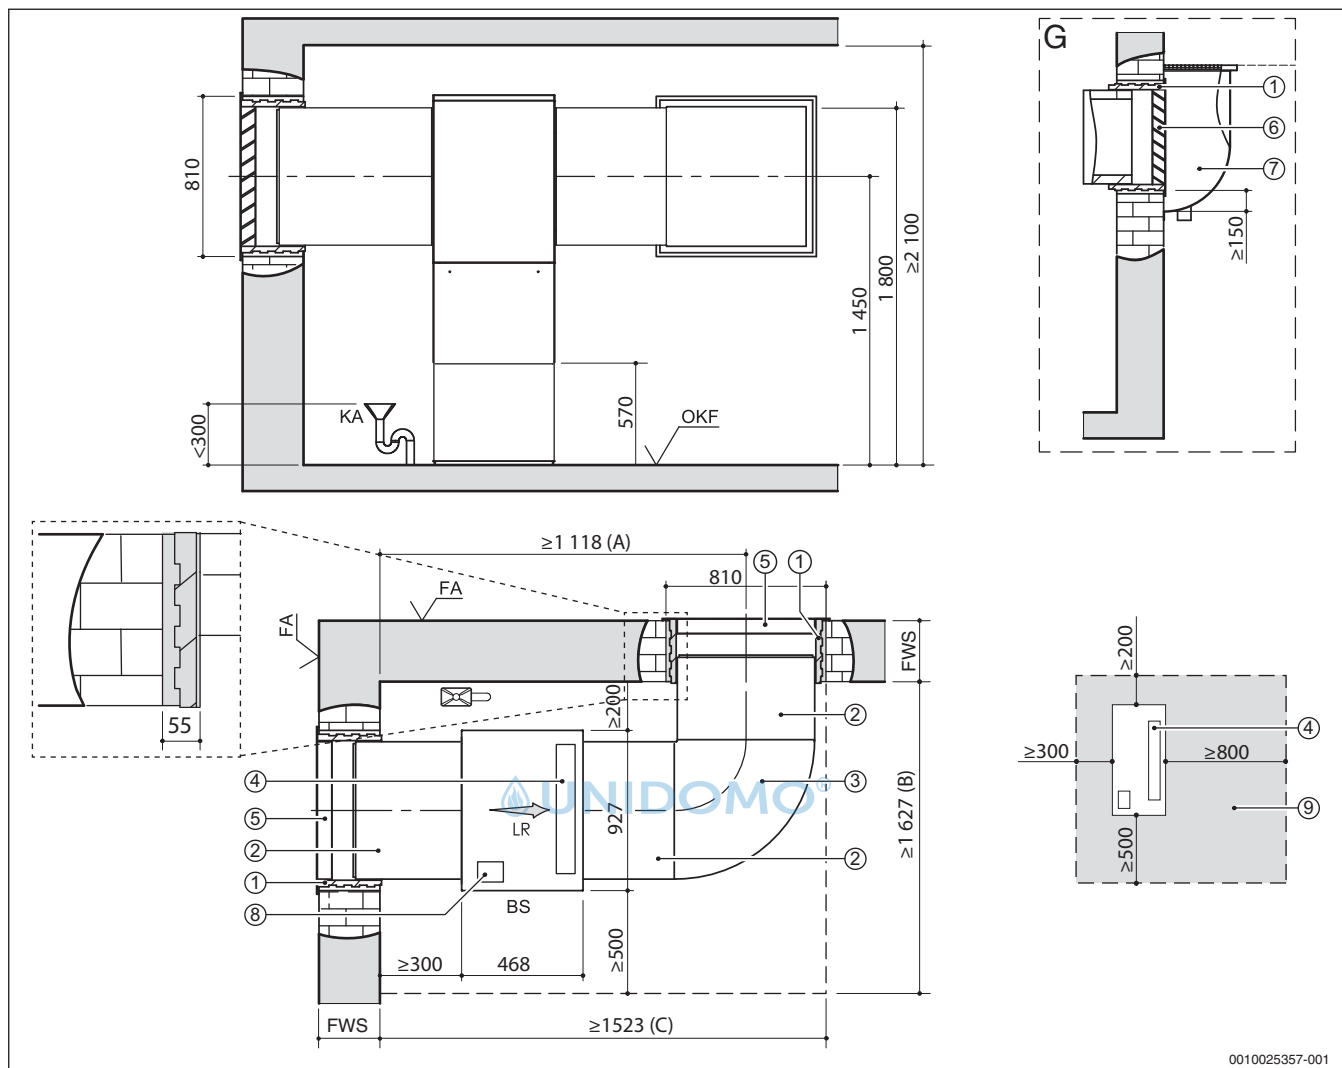
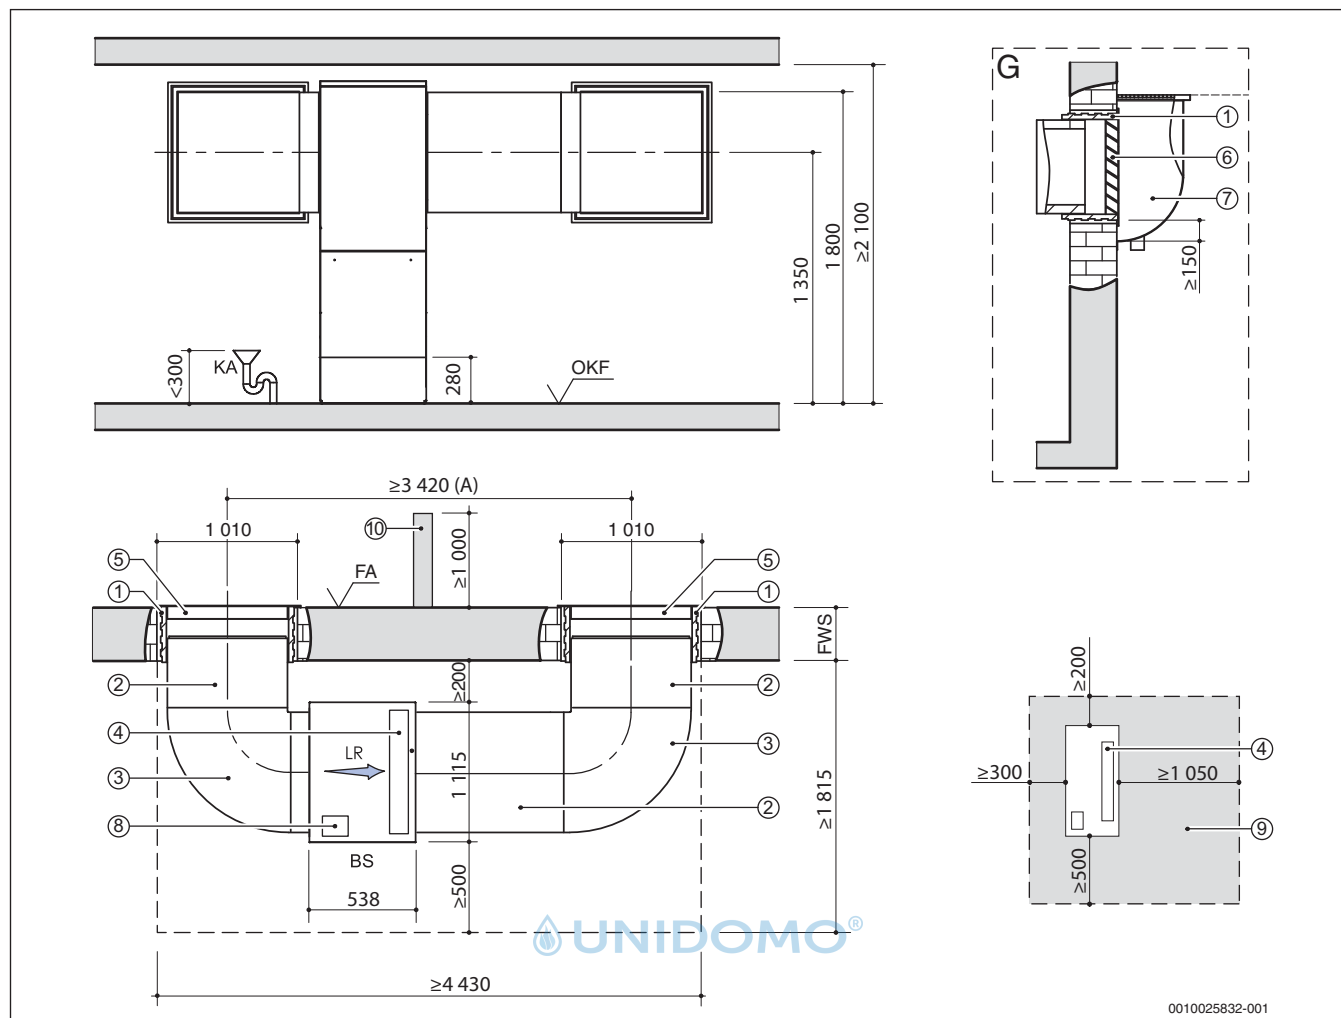

Bild 12 Aufstellplan (beispielhaft) für WLW196i-6/8 IR mit Luftkanalsystem 700 (alle Maße in mm)
Bild 13 Aufstellplan (beispielhaft) für WLW196i-11/14 IR mit Luftkanalsystem 900 (alle Maße in mm)
- Im Aufstellraum muss ein Kondensatablauf vorhanden sein. Die Höhe des Anschlusses ist in den Aufstellplänen eingetragen ($\rightarrow$ Bild 12, Seite 7 und Bild 13, Seite 8).
- Kann aus baulichen Gründen die Luftführung nur an einer Gebäude-seite erfolgen, muss ein Luftkurzschluss verhindert werden. Dies kann über eine Trennwand (→ Bild 13 [10]) oder durch einen ausreichenden Abstand zwischen den beiden Öffnungen erreicht werden.
- 1450 mm für Wärmepumpen mit 6/8 kW (→ Bild 12, Seite 7)
- 1350 mm für Wärmepumpen mit 11/14 kW (→ Bild 13, Seite 8)
Legende für Bild 12 + Bild 13: